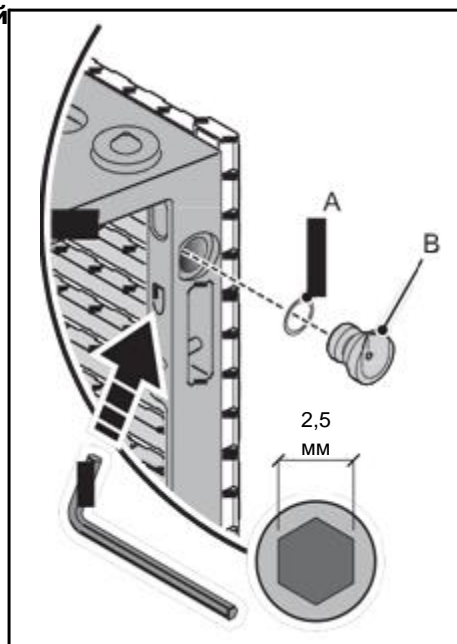

Рисунок 15: Снятие резьбовых пробок горизонтального крепления
1. См. рисунок 15. Выкрутить винты с шестигранным отверстием в головке 2,5 мм, как показано на рисунке, и снять резьбовые пробки **В** и шайбы **А**, расположенные близко к верхней и к нижней части сбоку каждого экрана. Все компоненты сохранить для последующего применения.
При демонтаже инсталляции снять экраны по одному начиная снизу ряда и двигаясь вверх. Поставить на места резиновые колпачки разъемов, а также снятые при угловой установке при горизонтальном наращивании резьбовые пробки (см. Рисунок 15).